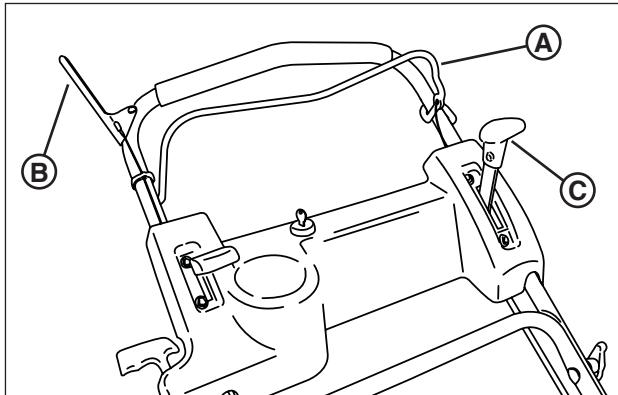

Figura 1: Controles del cortacésped
- Revise el control de la cuchilla (**A**, **Figura 1**), el control de transmisión (**B**) y el control de velocidad de desplazamiento (**C**) para garantizar que funcionen sin problemas.